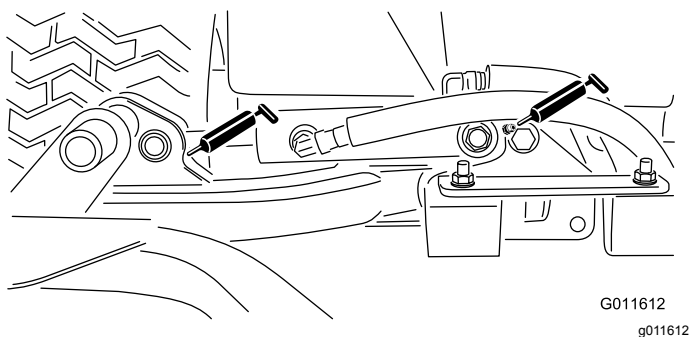

図 28
- 昇降アームのシリンダ各カuttingユニットの2ヶ所一 図 28
- 昇降アームのピボット各アームに1ヶ所一 図 28